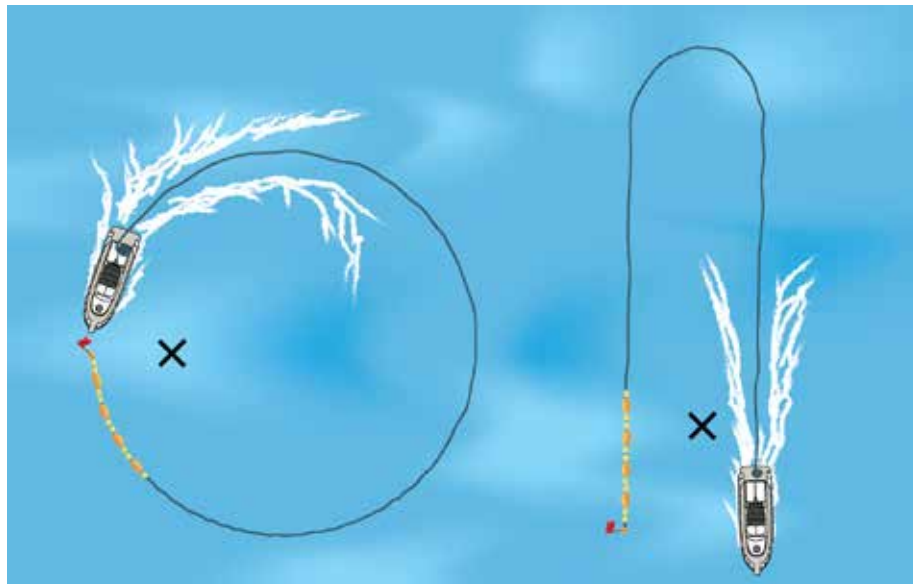

Figure 31 : techniques de mise à l'eau en boucle et épingle à cheveux. La croix (X) désigne la position finale souhaitée pour le corps-mort.
2. Avec le bateau, former un cercle ou une boucle serrée en épingle à cheveux (figure 31) jusqu'à revenir près du site de mouillage, tout en filant la ligne principale. Cette opération permet au bateau de rester éloigné du cordage mis à l'eau.